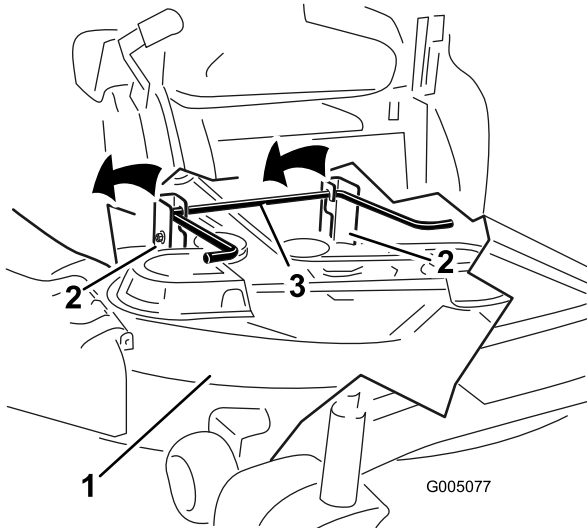

Figura 64
5. Eleve la carcasa de corte y separe ésta y las pletinas de suspensión de la varilla de elevación trasera; luego baje el cortacésped con cuidado al suelo (Figura 64).
- Eleve la parte trasera de la carcasa de corte y coloque las pletinas de suspensión sobre la varilla de elevación trasera (Figura 64).